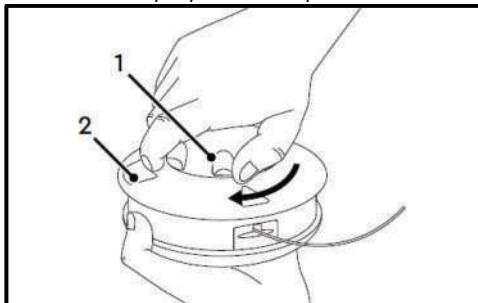

Рис. 23
- Утримуючи котушку (2), обертаюте натисну кнопку (1) в напрямку стрілки яка зображена на корпусі котушки (2), або в напрямку стрілки на (Рис. 23) до тих пір, поки кінці косильної ліски не будуть виступати з котушки на 15 см.